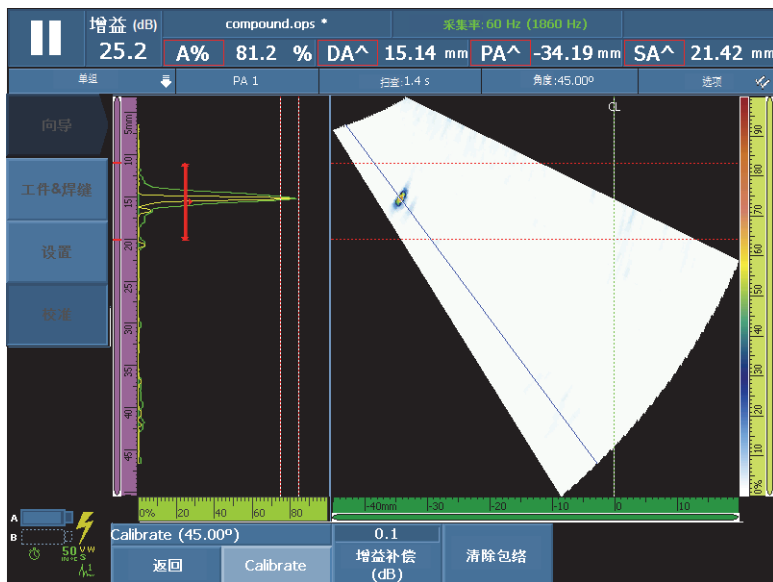

图 5-16 为第一角度的灵敏度校准建立包络
- a) 在参考反射体上前后移动探头, 建立包络 (参见第 136 页的图 5-16)。